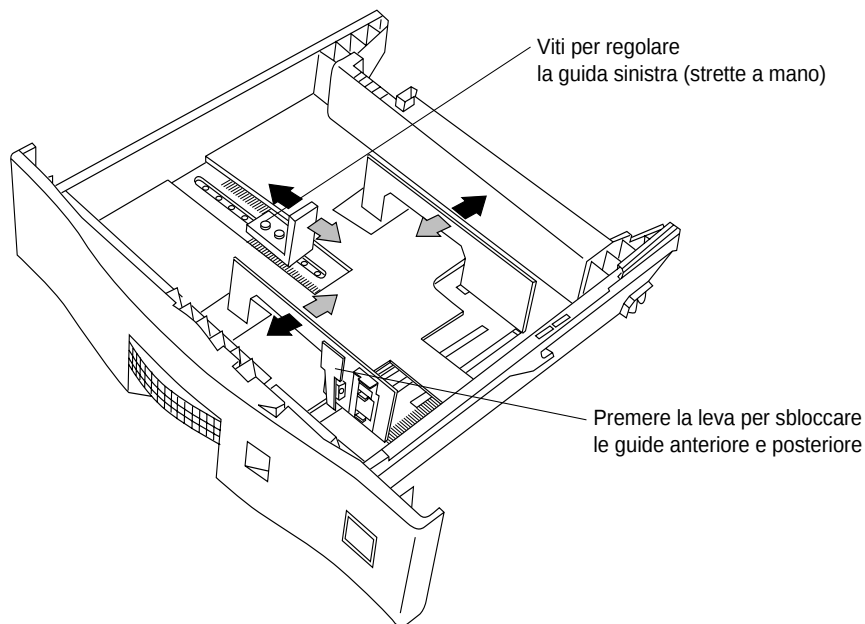

Figura 3-12 Regolazioni delle guide del cassetto regolabile
1. Regolare le guide impostando il formato della carta. La Figura 3-12 mostra le direzioni del percorso delle guide di regolazione.